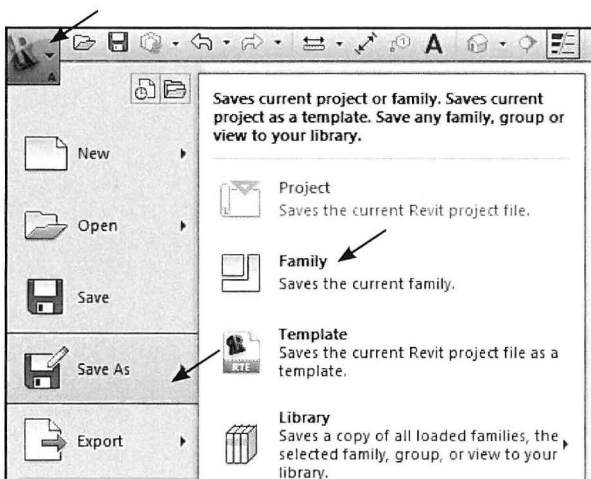

Fig. 16.27. Gem tegningshovedet.
- Gem tegningshovedet, ved at klikke *Application menu - Save as - Family* (Fig. 16.27).